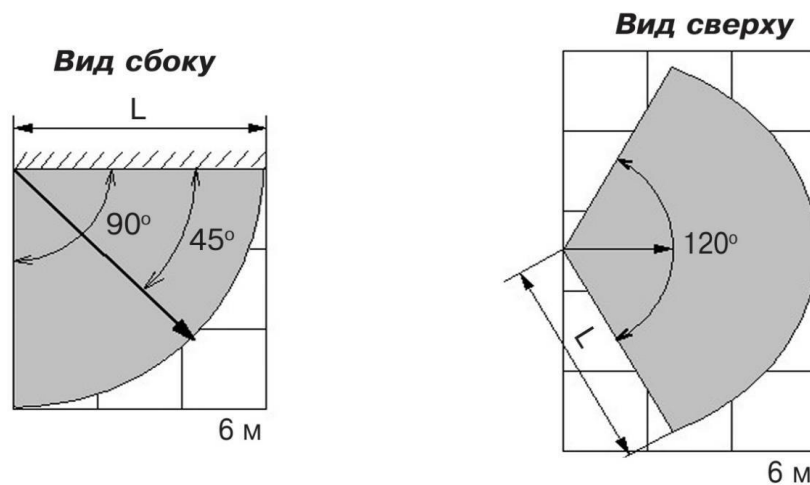

Рис. 3 Диаграмма зоны обнаружения
Диаграмма зоны обнаружения приведена на Рис. 3.
В основании корпуса (Рис. 3 б) имеются:
- при выборе места установки следует учитывать диаграмму направленности извещателя (Рис. 3);
- расстояние (L) от извещателя до самой удаленной точки охраняемого стекла должно быть не более 6 м;